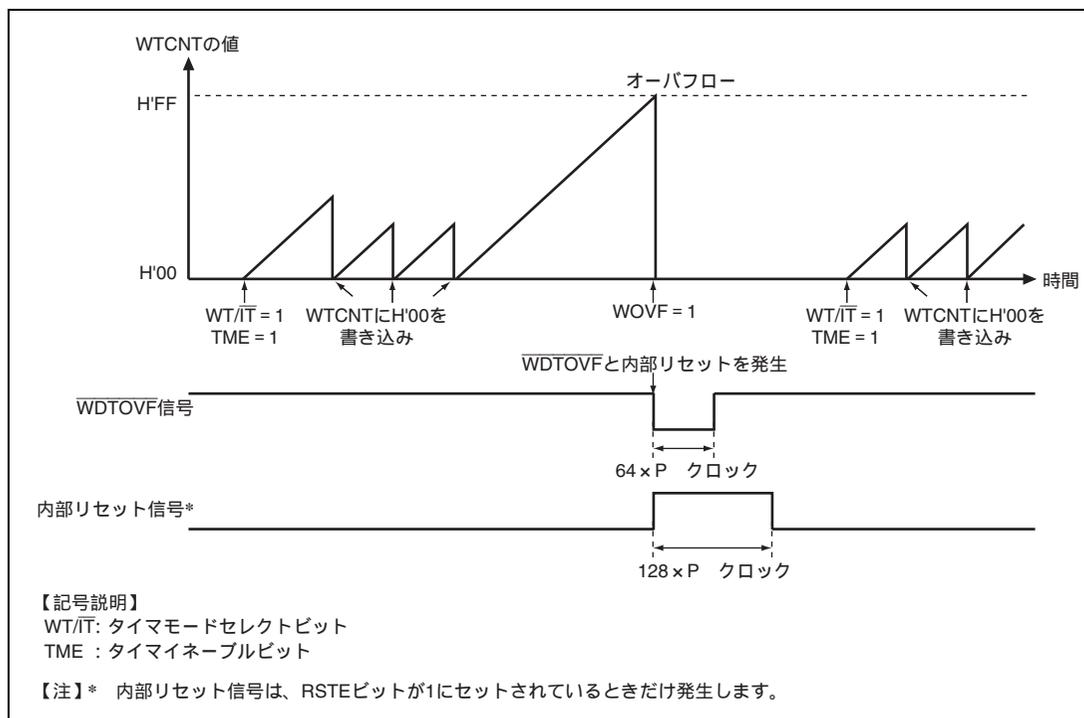

図 13.4 ウォッチドッグタイマモード時の動作
4. カウンタがオーバーフローすると、WDTはWRCSRのWOVVFを1にセットして、 $\overline{\text{WDTOVF}}$ 信号が外部に出力されます。これを図13.4に示します。この $\overline{\text{WDTOVF}}$ 信号を用いて、システムをリセットすることができます。 $\overline{\text{WDTOVF}}$ 信号は、 $64 \times P$  クロックの間出力されます。